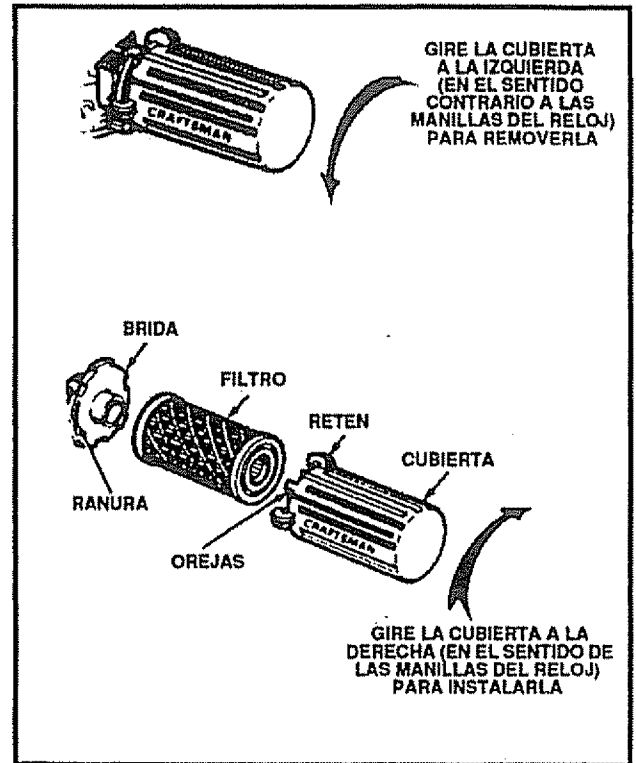

FIG. 9
- Desconecte el alambre de la bujía. Gire la cubierta a la izquierda (vea la Fig. 9) (en el sentido contrario a las manillas del reloj) y remueva la cubierta y el filtro de aire de la brida.
- Empuje la cubierta firmemente en contra de la brida y gírela a la derecha (en el sentido de las manillas del reloj) tanto como sea posible (vea la Fig. 9). Asegúrese que los retenes estén asegurados alrededor de la brida.